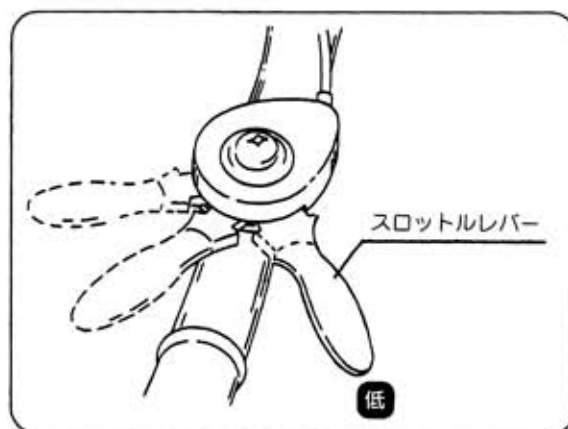

図11
- ② スロットルレバーを [低速] 位置にもどします。(図11)